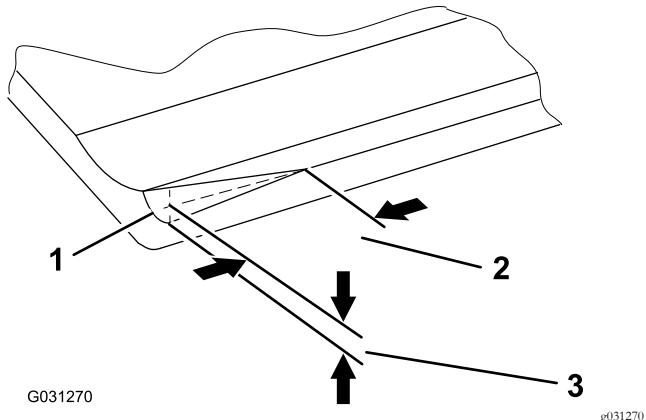

图22
**注意** 经过一段时间槽 图22 将需要打磨因为它的设计寿命仅为底刀寿命的 40%。